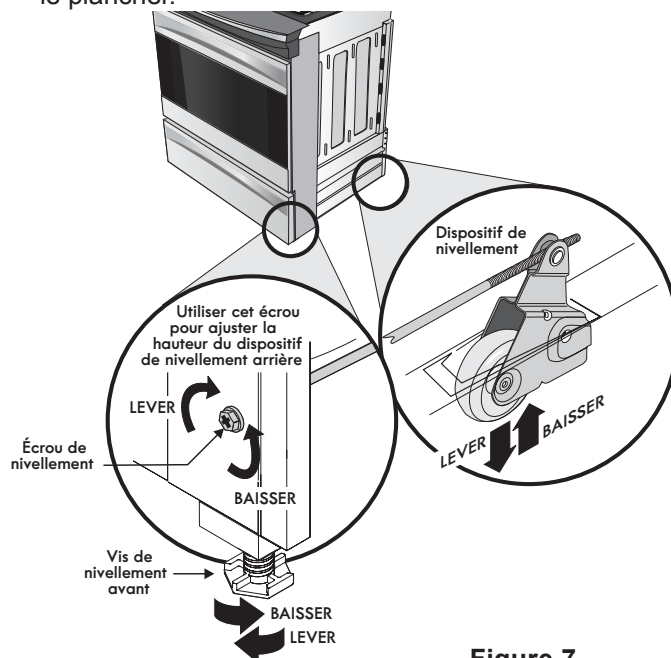

Figure 7
- Ajustez les pieds de l'appareil, comme décrit plus loin, jusqu'à ce que le dessous de la surface de cuisson s'appuie délicatement sur le dessus du comptoir et soit à niveau (Figure 7).